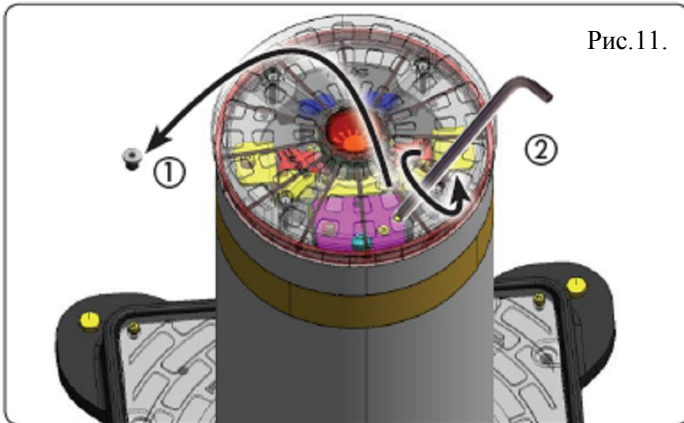

Рис.11.
- 1.Ослабьте закрывающий винт, расположенный в головной части тумбы (рис.11, обозначение (1)).
- 3.Поверните ключ против часовой стрелки, чтобы опустить тумбу (рис.11, обозначение (2)).